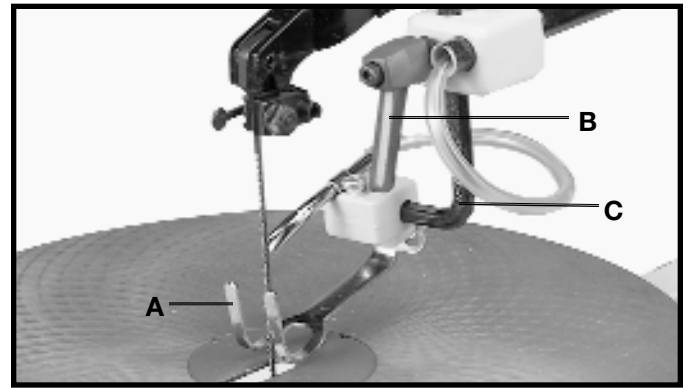

Fig. 34
La tige de retenue (A) fig. 34, devrait être réglée pour entrer en contact avec la surface supérieure du travail à couper en desserrant la poignée de verrouillage (B) et en déplaçant la tige de retenue (C) vers le haut ou vers le bas. Puis serrer la poignée de verrouillage (B).